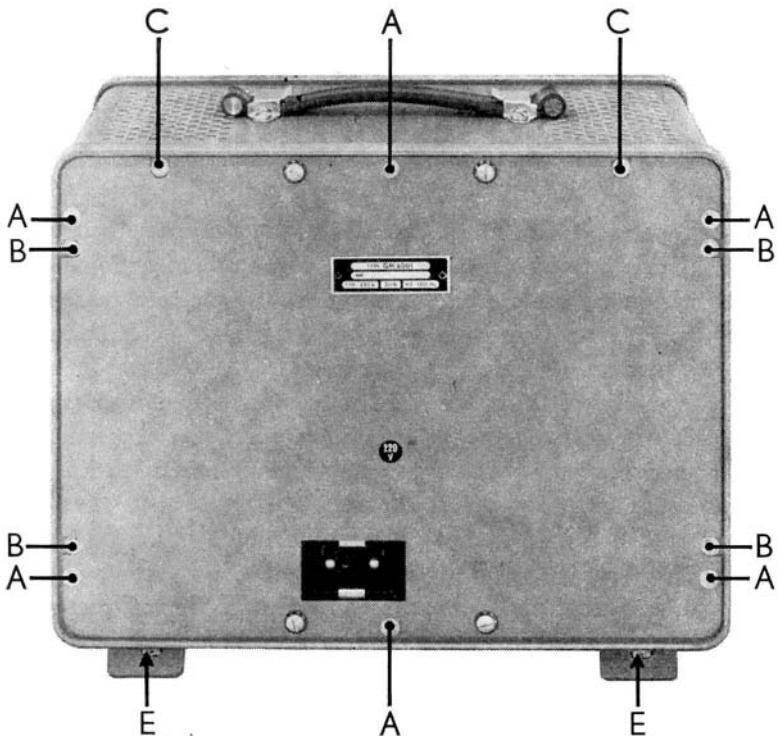

Bild 18. Rückansicht
- Die sechs Schrauben „A“ entfernen (Bild 18).
- Die zu der betreffenden Seitenwand gehörenden Schrauben „B“ entfernen (Bild 18).
- Die zwei Schrauben „C“ entfernen (Bild 18).
- Die zwei Fussbügel entfernen: hierfür die vier Befestigungsschrauben „E“ (Bild 18) lösen. Das Bodenblech lässt sich nun abnehmen.